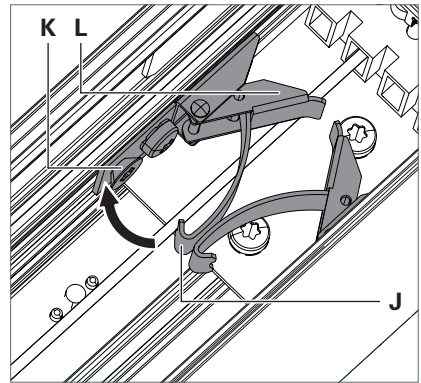

Fig. 24: Leuchten fixieren.
- ▶ Hängen Sie den Bügel **J** in die Schraube **K** ein, siehe Fig. 24.